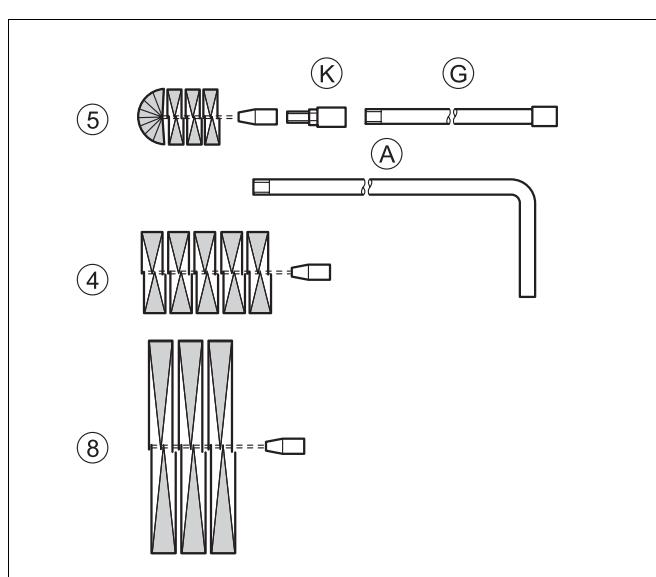

Рис. 57
- Buderus** предлагает различные типы щеток (дополнительное оборудование), показанные на рис. 57.